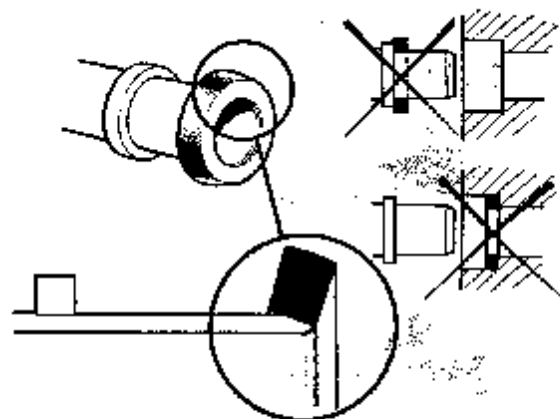

Abb. 36
3. Die alten Dichtringe für das Saugrohr entfernen. Die neuen Dichtringe einölen und auf die Rohrenden setzen, siehe Abb. 36.